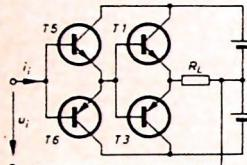

Bild 4. Gegenakt-B-Endstufe und Treiber in Darlingtonsschaltung
Also: Ein etwa 15 m hinter der Empfangsantenne wirksamer „Reflektor“ (s. Bild 1) oder eine 15 m lange schlecht angepaßte Antennenleitung (s. Bild 4 und Gl. (7)) kann bereits zum „Geistersehen“ führen.
Wie Bild 4 zeigt, arbeitet auch der Treiber in Klasse B und bildet mit der Endstufe eine Gegentakt-Variante der Darlingtonsschaltung. Jedes der beiden Darlington-Paare arbeitet jeweils nur während einer Halbwelle des Steuerwechselstromes, während der anderen ist es gesperrt. Bei der
Die zur Aussteuerung der Schaltung nach Bild 4 benötigte Steuerleistung ist infolge der hohen Leistungsverstärkung  $v_p = v_u v_t$  der Darlingtonsschaltung so klein, daß sie ohne Schwierigkeiten von einer Kleinsignal-Vorstufe in Klasse A geliefert werden kann. Wegen der besonderen Eigenschaften des Eingangswiderstands der Gegenaktsschaltung ist jedoch die Wahl des richtigen Quellwiderstands von entscheidender Bedeutung.